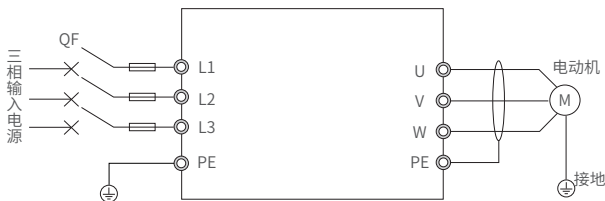

图 4-1 试运行接线图
(1) 输入电源接入变频器之前，确认电源电压是否在变频器额定输入电压范围内；
(2) 按图 4-1 所示接线；
(3) 确认接线无误后合上电源开关，接通电源，变频器显示 "50.00"；
- (4) 控制方式选择 P00.00=0, V/F 控制模式;
- (5) 命令源选择 P00.01=0, 键盘控制;
- (6) 频率源选择 P00.02=0, 键盘数字设定, 并设置预置频率 P00.08=0.00;
- (7) 按 "  " 键启动变频器, 变频器输出 0 频, 键盘显示 "0.00";
- (8) 按 "  " 键, 增大设定频率, 变频器输出频率从 "0.00" 开始增大, 电动机转速加快;
- (9) 观察电动机运行是否正常, 若有异常应立即停机, 排除原因后再运行;
- (10) 按 "  " 键, 减小设定频率, 电动机转速下降;
- (11) 按 "  " 键停止变频器, 并切断输入电源。
- (1) 按图 4-1 所示接线, 确认接线无误后合上电源开关;
- (2) 按以下顺序设置如下参数: